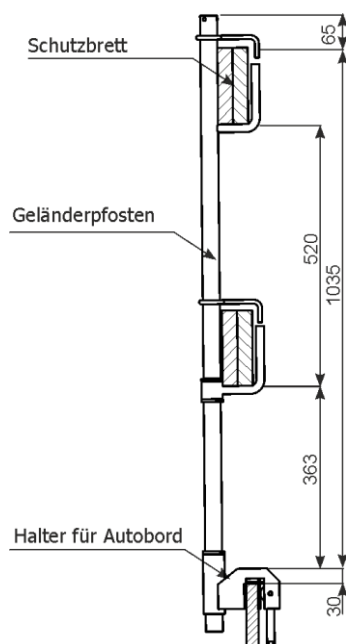

Abb. 72 Montage des Halters für LKW-Planken
2.31 Montage des Halters für LKW-Planken (Abb. 72)